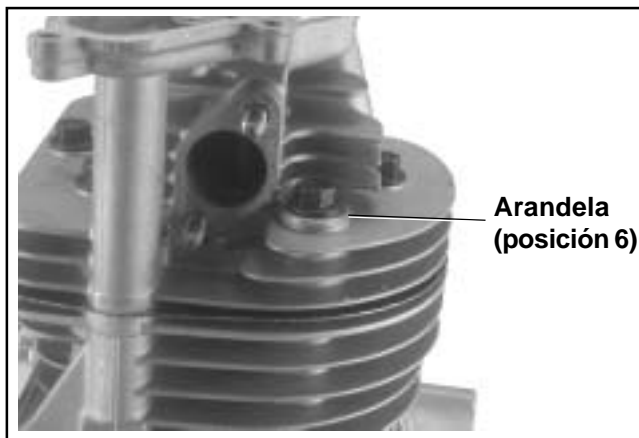

Figura 10-35. Montaje de los tornillos de la culata.
5. Instale la culata e introduzca los seis tornillos hexagonales con resalte. Instale la arandela de mayor espesor en el tornillo más próximo al puerto de escape. Ver Figura 10-35.